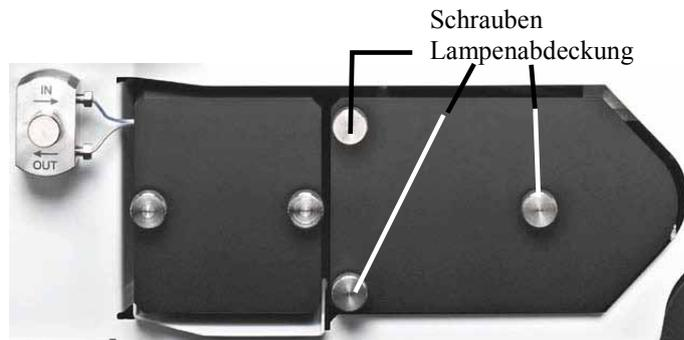

Abb. 31: Abdeckung Lampenhaus
- Verschließen Sie das Lampenhaus wieder mit der Abdeckung (→ Abb. 31). Führen Sie dabei die Kabel durch die vorgesehene Aussparung an der Innenseite der Abdeckung, damit die Verbindungskabel der Lampen nicht unter der Lampenabdeckung eingeklemmt werden.